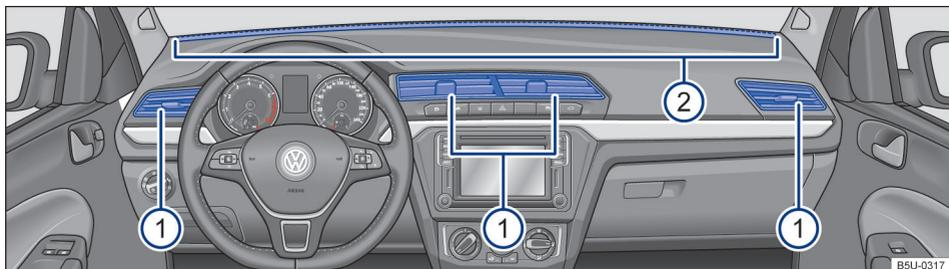

Fig. 73 No painel de instrumentos: difusores de ar.
Para que uma potência de aquecimento, uma refrigeração e uma entrada de ar suficientes sejam atingidas no interior do veículo, nunca fechar os difusores de ar completamente → Fig. 73 ❶.
- Para abrir os difusores de ar ❶, pressionar na parte superior do difusor de ar.
Há outros difusores de ar, não reguláveis, encontram-se no painel de instrumentos → Fig. 73 ❷, nas áreas para os pés e na parte traseira do interior do veículo.